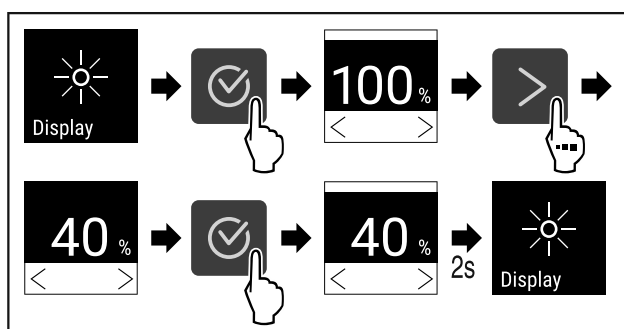

Fig. 82
- ▶ Proved'te akční kroky (viz Fig. 82) .